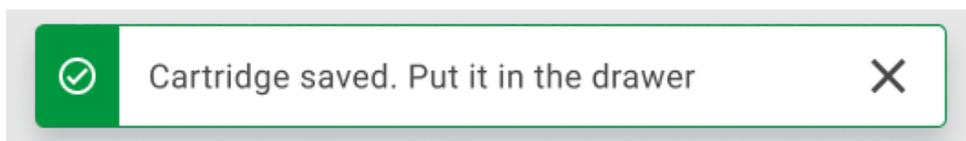

Abbildung 59. Bildschirm CARTRIDGE SAVED (KARTUSCHE GESPEICHERT).
10. Nach erfolgreichem Scan erscheint das folgende Dialogfeld kurz oben im Bildschirm (Abbildung 59).